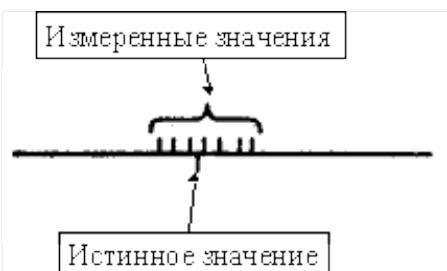

Рис.1
**случайные погрешности.** Многократно повторяя одни и те же измерения, можно заметить, что довольно часто их результаты не в точности равны друг другу, а «пляшут» вокруг некоторого среднего (рис.1). Погрешности, меняющие величину и знак от опыта к опыту, называют случайными. Случайные погрешности непроизвольно вносятся экспериментатором вследствие несовершенства органов чувств, случайных внешних факторов и т. д. Если погрешность каждого отдельного измерения принципиально непредсказуема, то они случайным образом изменяют значение измеряемой величины. Эти погрешности можно оценить только при помощи статистической обработки многократных измерений искомой величины.